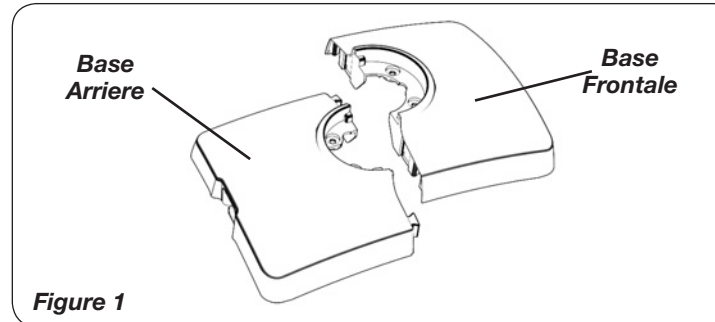

Figure 1
2. Rassemblez les deux bases de support et assemblez-les en interbloquant la **Base Frontale** dans la **Base Arrière** (Figure 1).